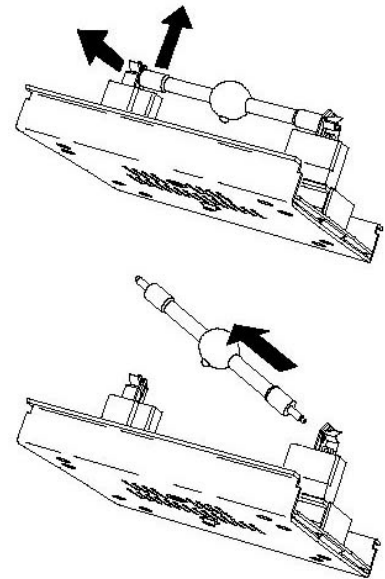

Рисунок 5: извлечение лампы
3. См. рисунок 5: оттяните зажим лампы с левой стороны, затем извлеките из него левую часть лампы. Извлеките из правого зажима другую сторону лампы.